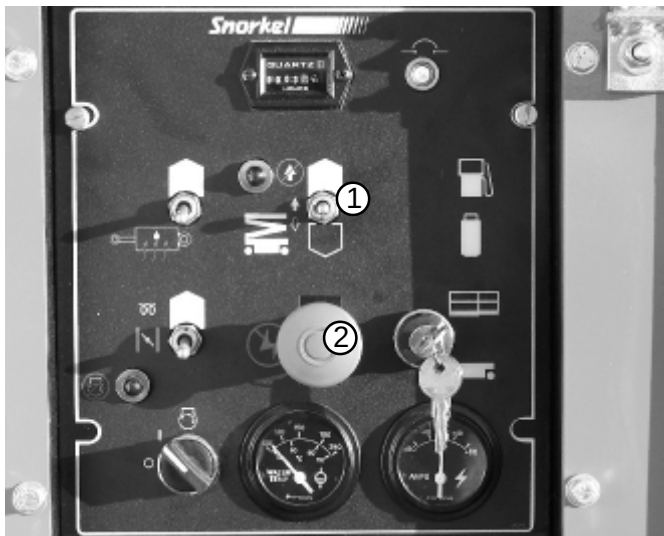

Fig. 7.26 - Chassits manövrer
Var speciellt noggrann med **Nödstoppsbrytaren** (2) (se fig. 7.26) och kontrollera att den stänger av motorn då den aktiveras.